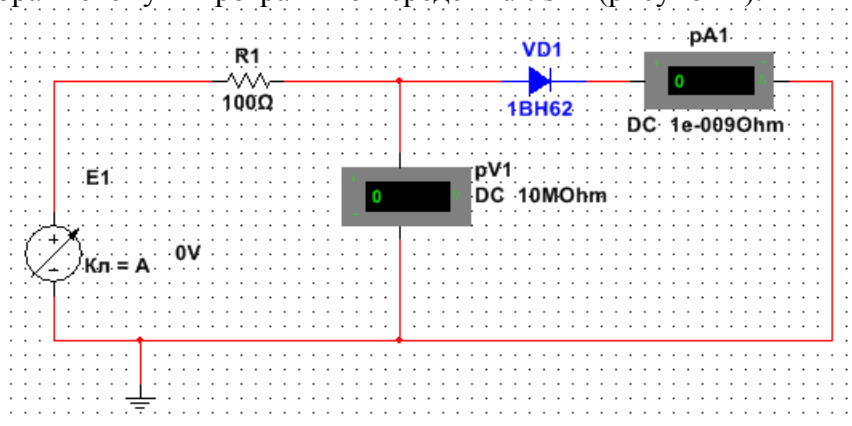

Рисунок 1- Схема исследования прямой ветви ВАХ выпрямительного диода
Приборы и материалы: Источник изменяющегося постоянного напряжения с максимальным значением $E1 = 1\text{В}$ (для схемы рисунок 1) $E1 = 200\text{В}$ (для схемы рисунок 2); резистор; диод; амперметр и вольтметр постоянного тока соединительные провода.
- 1.1. Собрать схему в программной среде Multisim (рисунок 1).